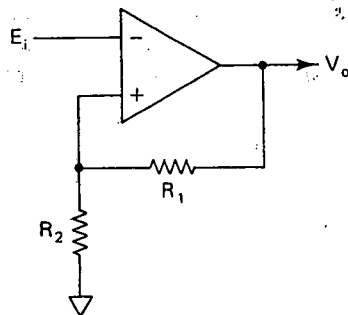

FIGURA P4-2
- 4-2. En la figura P4-2, $R_1 = 25 \text{ k}\Omega$ y $R_2 = 5 \text{ k}\Omega$. Suponga, para simplificar que $\pm V_{sat} = \pm 15 \text{ V}$. Calcule (a) V_{UT} ; (b) V_{LT} ; (c) V_H .